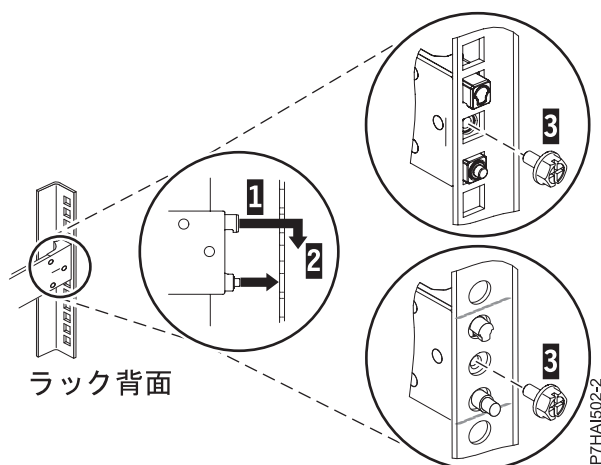

図 5. ピンをラック背面の穴に位置合わせして固定する
6. ラックの背面に移動します。左のレールに対して作業を行います。スライド・レールの後部にある 2 つのピンの位置を、事前にマークを付けた、選択済みの EIA 単位の上下 2 つの穴に合わせます。スライド・レールを手前に引いて、2 つのピンをラックの穴に挿入し **(1)**、スライド・レールを下方に下げて **(2)** 上部のピンのフック機構を噛み合わせます。ねじ **(3)** を取り付けて、スライド・レールをラックに固定します。詳しくは、7 ページの図 5 を参照してください。次のステップに進む前に、2 本のピンがラックの穴から出ていることを確認してください。